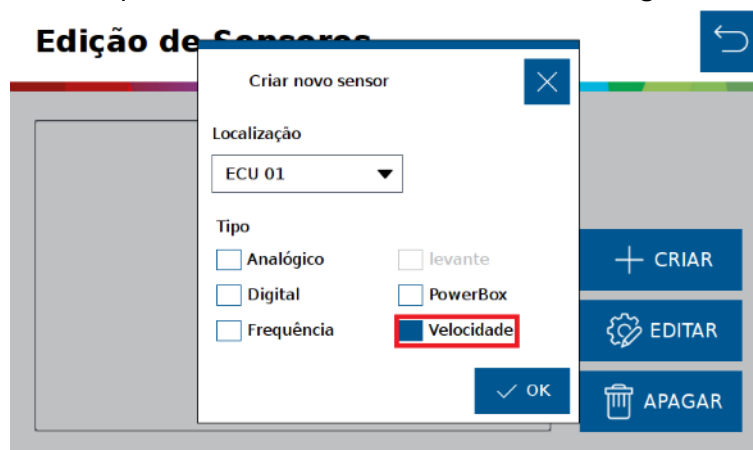

Figura 42 - Sensor de velocidade
Siga os passos do item 3.3.5, para criar um novo sensor de velocidade, Figura 42;